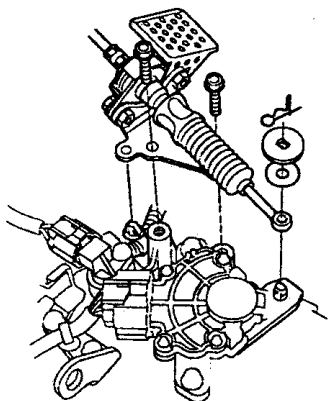

图 2-6 拆卸换挡拉线
15) 如图 2-6 所示,拆卸换挡拉线。拆卸时,小心不要将其扭曲。务必将扭曲的拉线更换新的(CVT)。